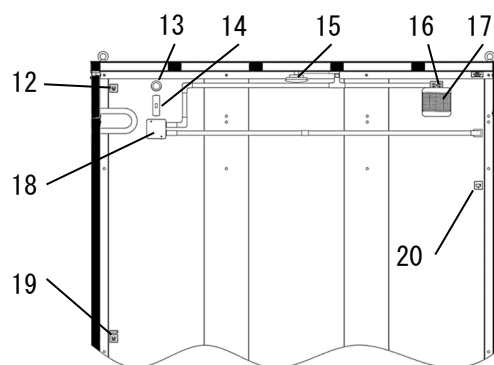

Fig.1-4 室内装備(室内後面側)
- ⊘ 「Fig.1-4」19 の 1 口コンセントは 200W 以上では使用しないでください。